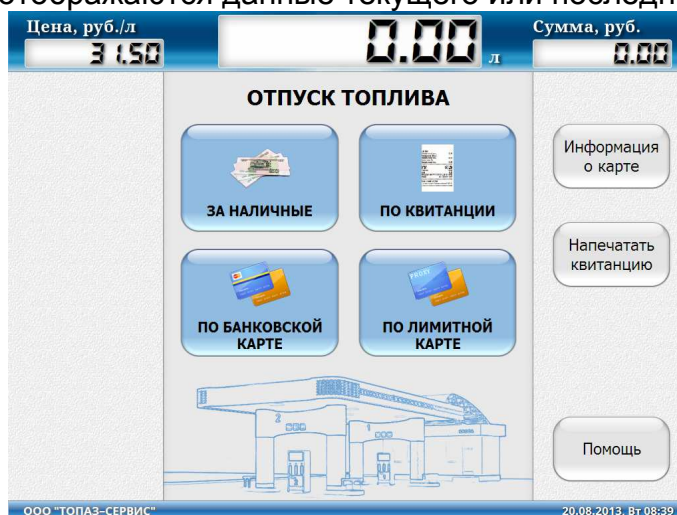

Рисунок 7
8.3 Когда терминал готов к работе на мониторе отображается главный экран с приглашением выбора действия (рисунок 7) – это свободное состояние терминала. Терминал переходит в это состояние при отсутствии действий пользователя в течение двух минут. В верхней части экрана отображаются данные текущего или последнего отпуска.